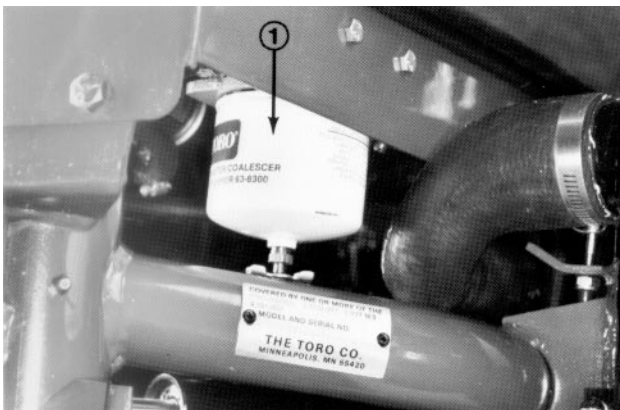

Abbildung 10
- 1.** Der Filter/Wasserabscheider des Treibstoffs befindet sich hinten rechts unter dem Treibstofftank. (Abb. 10).